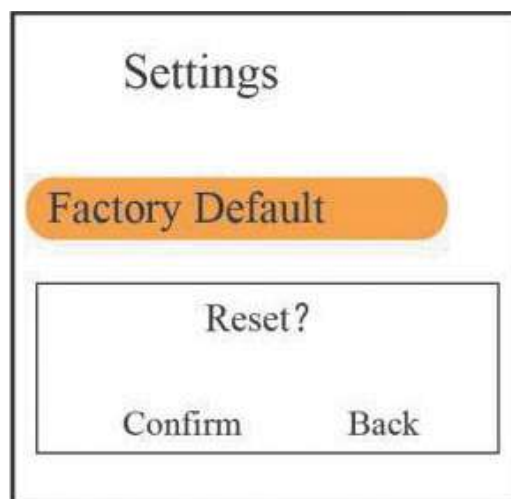

Abbildung 4.10J
- » Version: Zur Anzeige der Versionsnummer der Software, wie in Abbildung 4.10J dargestellt.